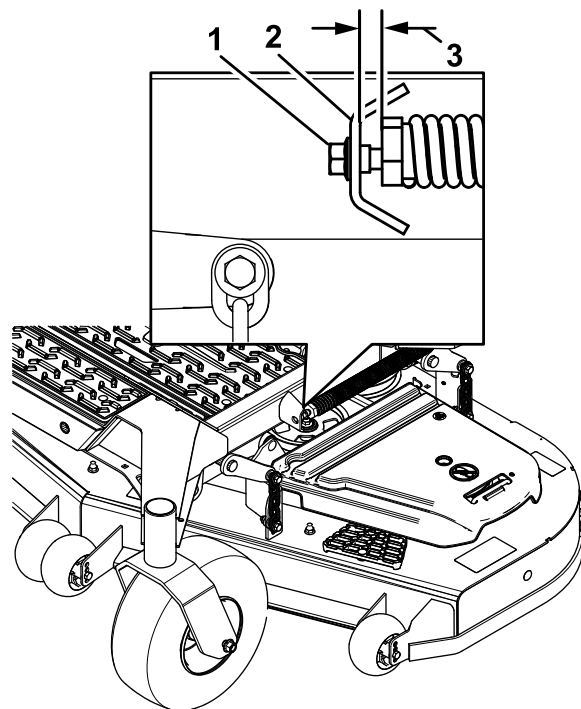

Figure 101
10. Desserrez lentement la vis de réglage sur le ressort d'aide au levage jusqu'à ce que vous puissiez enlever la vis (Figure 101).